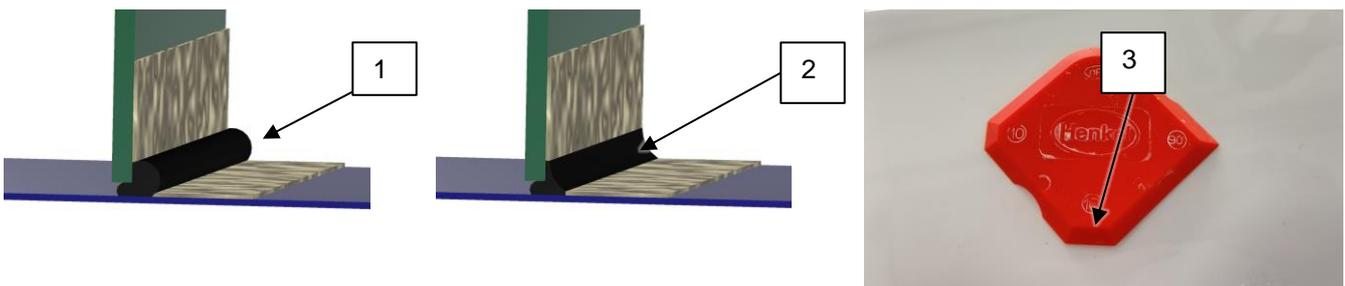

Abb. 4-2: Klebstoffauftrag und Dichtnaht [G0001642]
- Hierzu zunächst die Spalte vollständig mit Klebstoff füllen (s. Abb. 4-2, 1).
- Anschließend die Naht mit einem Fugenglätter in Kombination mit Sika Abglättmittel N glattziehen (2).
- Der Fugenglätter soll eine gerade (s. Abb. 4-2, 3) und nicht gewölbte Fläche zum Abziehen der Fuge haben, um mehr Klebstoff vor der Fuge und an den Bauteilen zu haben für eine stabilere Verklebung.